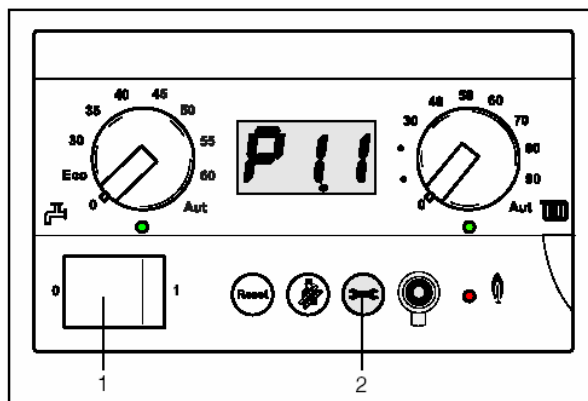

fig. 15 Trycket visas (bar)
- Knappar för inställning av varmvatten och bruksvatten ställs på "0" (fig.15).
- Strömbrytaren på BC10 ställs på "1" (fig.15, pos.1).
- Efter upprepade tryckningar på serviceknappen (fig. 15, pos. 2), visas trycket (t.ex.: P1.1 se fig.15) på displayen.